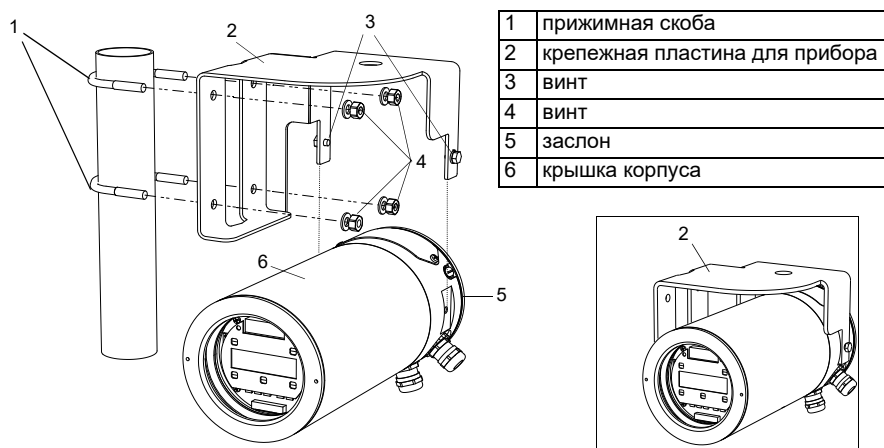

Рис. 7.1: Набор для крепления к трубе
- Прикрепите крепежную пластину для прибора (2) 4-мя винтами (4) к стене (смотри Рис. 7.1).
- Прикрепите преобразователь 2-мя винтами (3) к крепежной пластине для прибора (2).
- Разместите прижимные скобы (1) на трубе (смотри Рис. 7.1).
- Прикрепите крепежную пластину для прибора (2) 4-мя винтами (4) к прижимным пластинам.